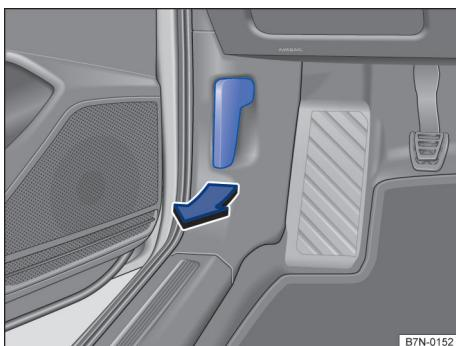

Fig. 224 Na área para os pés no lado do condutor: alavanca de destravamento da tampa do compartimento do motor.
- Antes de abrir a tampa do compartimento do motor, garantir que os braços dos limpadores do para-brisa estejam encostados no para-brisa → ①.
- Abrir a porta do condutor e puxar a alavanca de destravamento no sentido da seta → Fig. 224. A tampa do compartimento do motor salta para fora da trava de fecho pela pressão da mola → ▲.
- Erguer a tampa do compartimento do motor, pressionar a alavanca de abertura e abrir totalmente → Fig. 224. A tampa do compartimento do motor é suportada pelo amortecedor a gás.